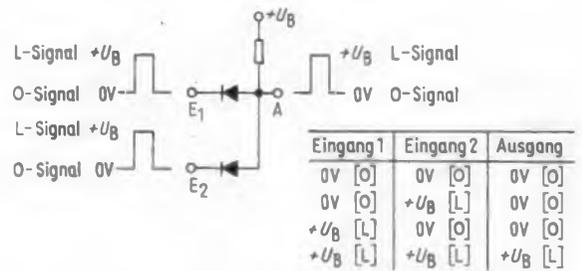
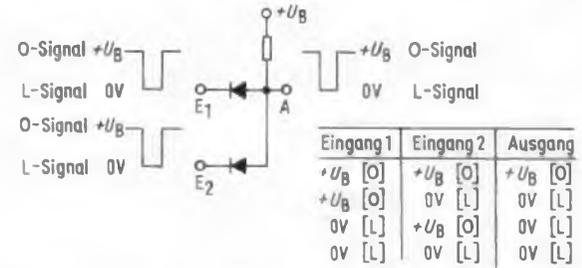

Bild 18. Das Gatter von Bild 3, in positiver Logik betrieben; 0 V ≙ O und die zugeordnete Funktionstabelle + U_B ≙ L
Bild 19. Das Gatter von Bild 3, in negativer Logik betrieben; 0 V ≙ L und die zugeordnete Funktionstabelle + U_B ≙ O
- (Bild 18) (Bild 19)
Die Schaltung (Bild 18) stellt – unter Voraussetzung positiver Logik (s. Abschn. 1.3) – ein UND-Glied dar. Bei O-Signalen ergibt sich am Ausgang, da die jeweilige Diode leitend ist, ein O-Signal. Nur, wenn an beiden Eingängen ein L-Signal anliegt, entsteht am Ausgang ein L-Signal. Es handelt sich also um ein UND-Glied, s. a. die Funktionstabelle.
Bild 19 zeigt die gleiche Schaltung, also das gleiche Gatter, aber in negativer Logik. Bei O-Signalen sind die Dioden ge-
tung als ODER-Glied/Gatter. Die in Bild 18 und 19 gezeigte Schaltung läuft also unter den Bezeichnungen: